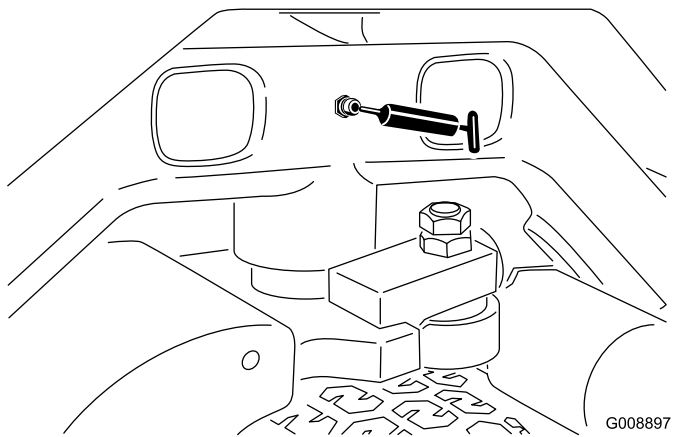

Figure 56
- Pivot de direction (Figure 56)